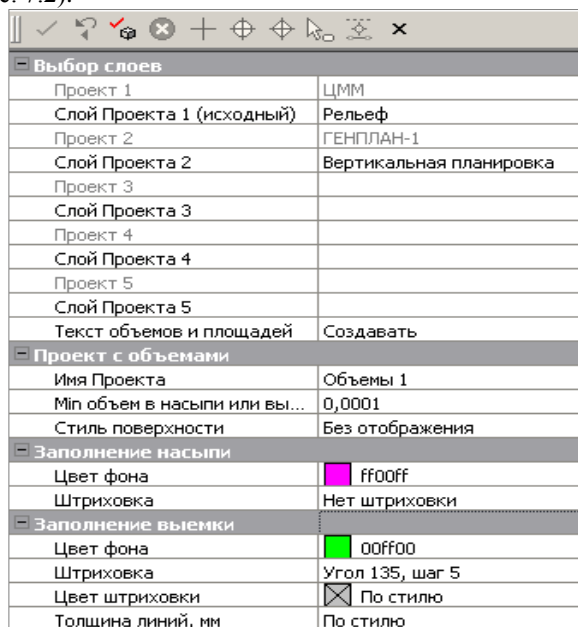

Рис. 7.2
Будем выполнять расчёт объёмов между поверхностями слоя *Вертикальная планировка* проекта **ГЕНПЛАН-1** и слоя *Рельеф* проекта **ЦММ** (рис. 7.2).
- Выполните настройки в окне параметров (рис. 7.2).